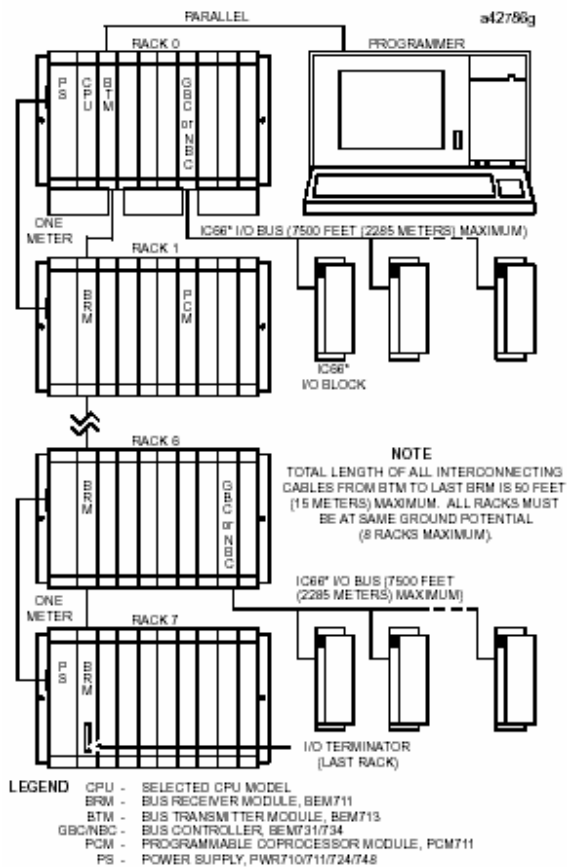

图 1. 典型可编程控制器系统配置
- 把CPM925模块安装在机架0的1槽。(见图1)
并行对接(只有基于MS-DOS程序设计器)程序设计器连接到总线发送器模块(IC698BEM713)顶端通道上, 如图1所示。编程功能的描述参见参考文献1。